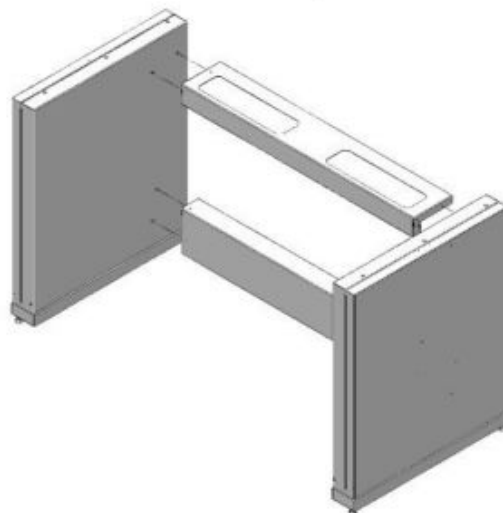

Рис. 1. Сборка каркаса
- 6.1. Соединить боковины с верхней рамой и задней распорками каркаса, используя болты М8х16, шайбы 8 и предусмотренные в боковинах заклёпки-гайки М8 (Рис. 1).